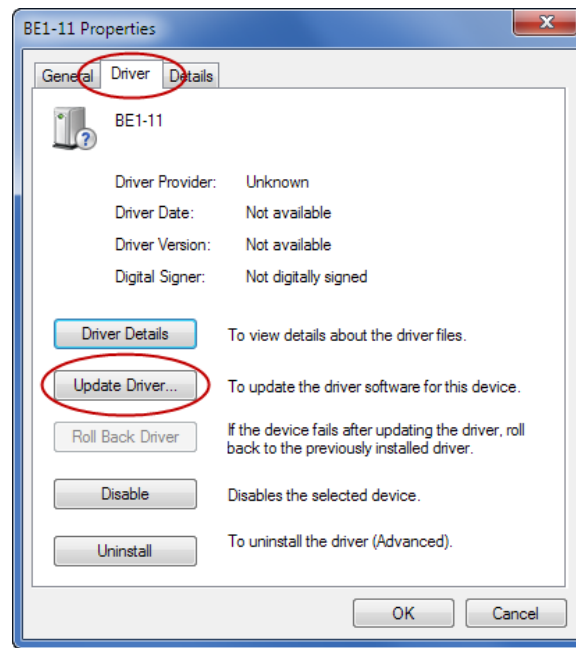

Figure 89-3. Propriétés du BE1-11
Étape 3 : Dans la fenêtre Propriétés, sélectionnez l'onglet Pilote et cliquez sur Mettre à jour le pilote. Voir Figure 89-3.